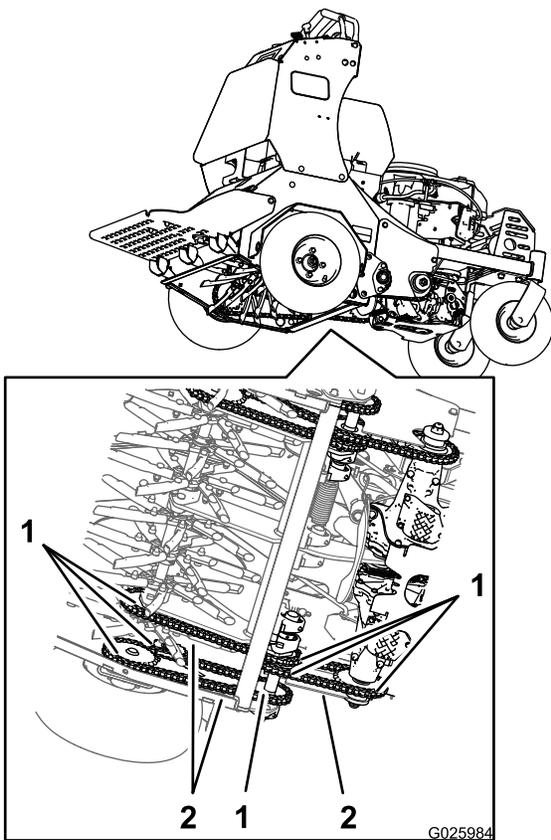

Figure 33
2. Vérifiez l'usure des pignons et remplacez-les au besoin (Figure 33).
2. Contrôlez la tension des chaînes (Figure 33) de chaque côté de la machine.
5. Mettez le moteur en marche, avancez lentement les leviers de commande de déplacement et graissez les 6 chaînes (Figure 33).